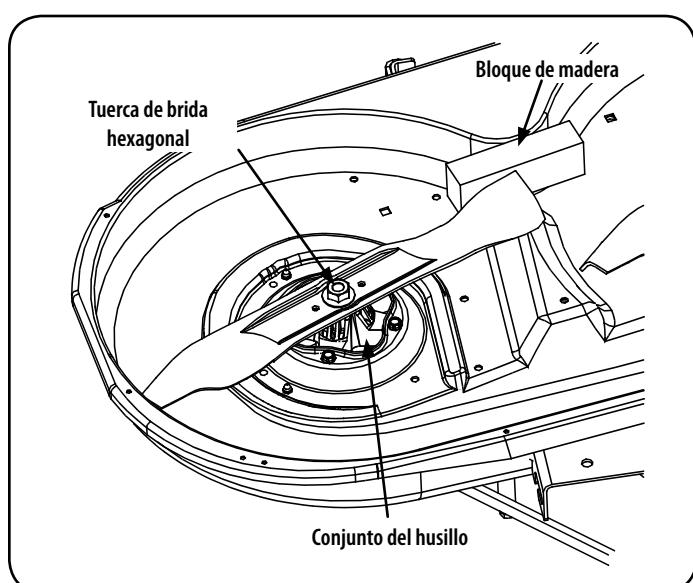

Figura 31
2. Use una llave de $15/16"$ para sostener la tuerca hexagonal en la parte superior del conjunto del husillo cuando afloje la tuerca hexagonal que fija la cuchilla. Se puede colocar un bloque de madera entre el alojamiento de la plataforma y el borde de corte de la cuchilla para ayudar a aflojar la tuerca hexagonal que fija la cuchilla. Vea la Figura 31.